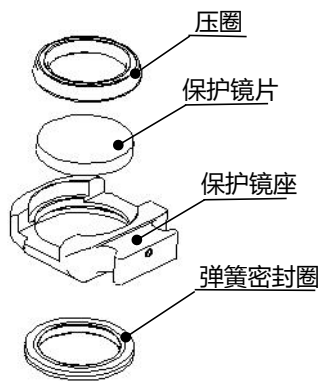

图 6.2 — 保护镜片座结构
- 如图 6.2，打开保护镜盖板，捏住抽屉式镜座两边拉出保护镜座；